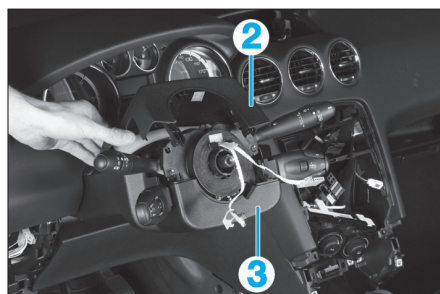

Fig. 4
- les coquilles (2) et (3) de colonne de direction (Fig.4).